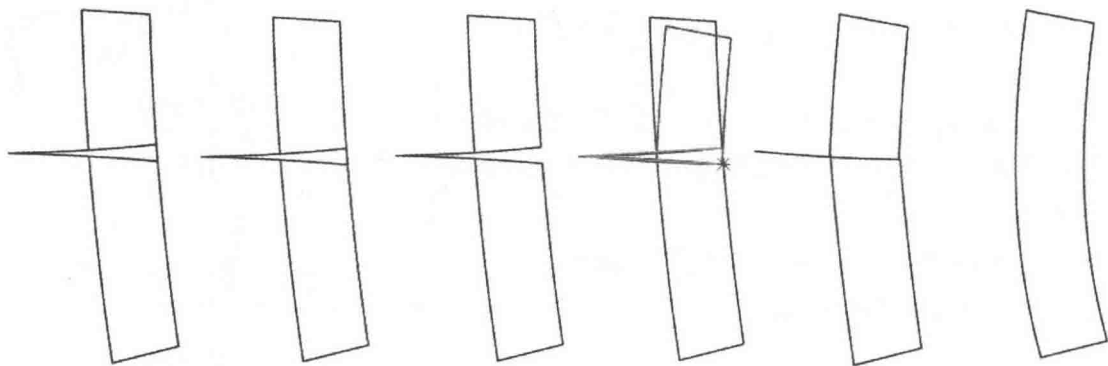
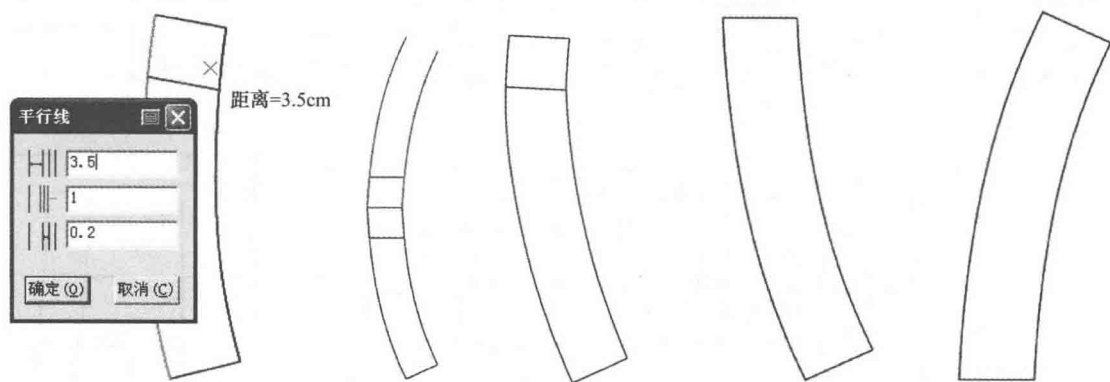

图 7-108 前腰头步骤 1
图 7-109 前腰头步骤 2
(26) 前腰头（图 7-108、图 7-109）。
①选择  【移动】工具按住【Shift】键，进入【复制】功能。将前腰头部分复制到空白处。
②选择  【剪断线】工具在腰省处将腰口线剪断。